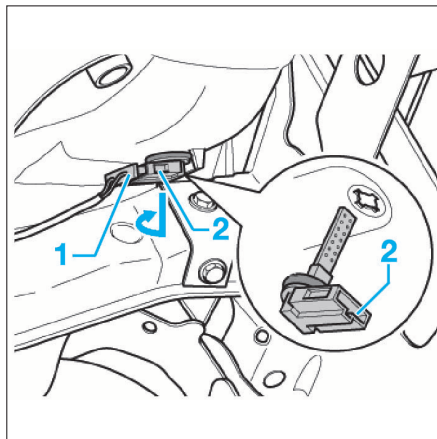

FIG. 50
- Débrancher le connecteur (1) du capteur (2) (Fig.50).